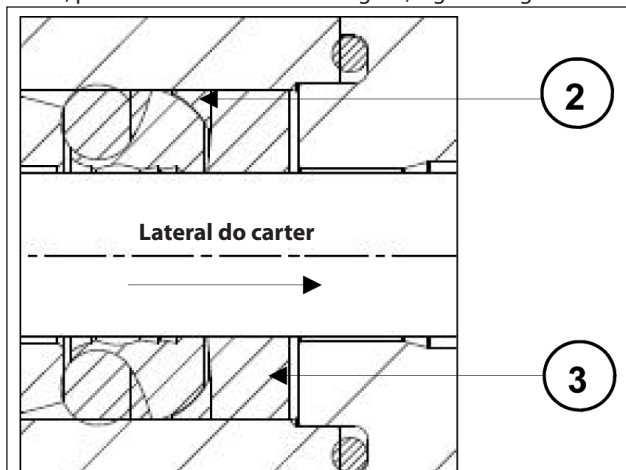

Fig. 61
- Introduza o anel anti-extrusão ② e a bússola de vedação ③, posicionados conforme as Fig. 59, Fig. 60 e Fig. 61.
A bússola das vedações ③ deve ser introduzida na camisa com as descargas viradas para o exterior (lateral do carter), conforme indicado nas Fig. 60 e in Fig. 61.